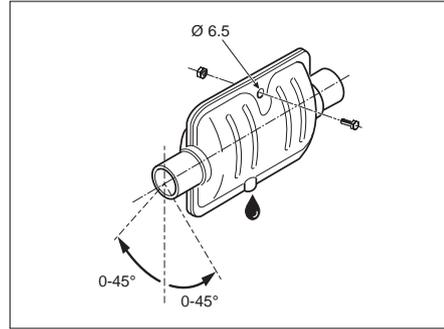

Abb. 23: Einbaulage Abgasschalldämpfer
- ▶ Korrekte Einbaulage sicherstellen. Siehe Abb. 23.